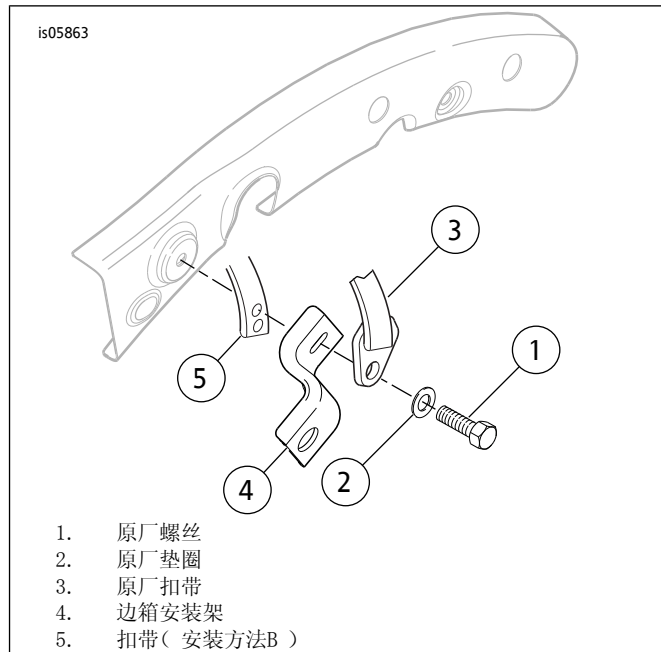

图4。2013年款及更早期：拆下扣带，安装套件53051-09
2. 参见图4。拆下左侧螺丝（1）和垫圈（2），将托架（4）和乘客扣带（3）拆下。
4. 参见图4。将扣带（5）安装在边箱安装架（4）后方。